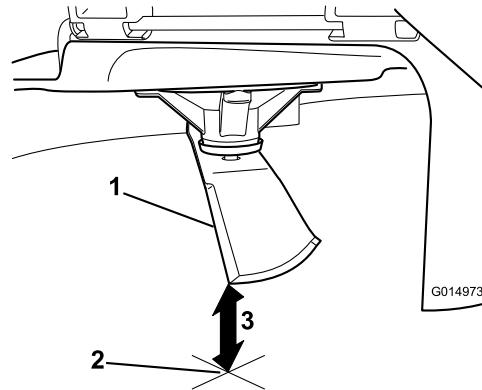

Figura 59
5. Misurate dalla punta della lama alla superficie piana (Figura 59).